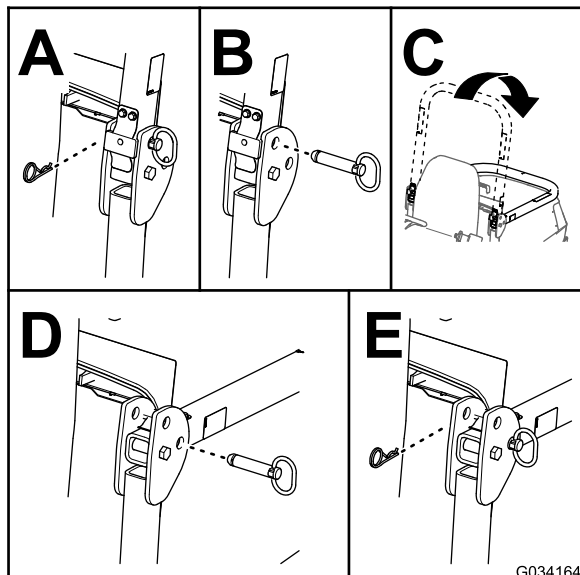

Figura 22
2. Retire las chavetas y los pasadores de la barra antivuelco (Figura 22).
3. Baje la barra antivuelco y sujétela con los pasadores y las chavetas (Figura 22).